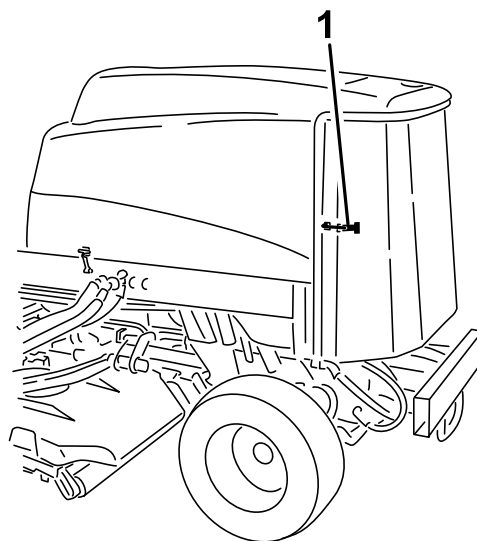

Figura 111
2. Sbloccate la griglia posteriore ed apritela (Figura 111).